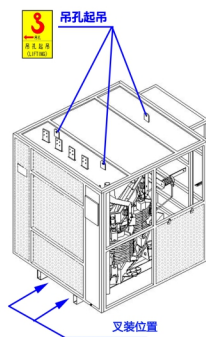

图2
(2)产品带一体式防护外壳时，通过外壳顶部的吊孔起吊，吊孔处粘有“吊孔起吊”标志，见图2。